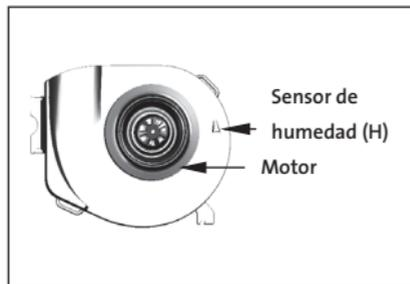

Fig. 12 Placa del motor con sensor de humedad (H)
El sensor de humedad (H) (fig. 12 en fig. 13) se puede limpiar con un pincel seco.